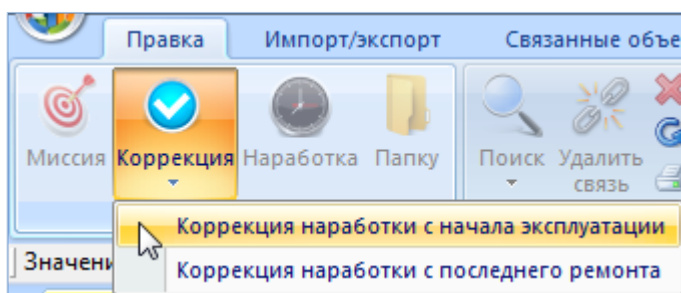

Рис. 28-17 – Создание коррекции наработки для состояния
5) Нажать кнопку «Коррекция» панели «Создать» и в раскрывшемся списке выбрать пункт «Коррекция наработки с начала эксплуатации» или «Коррекция наработки с последнего ремонта» (рис. 28-17).